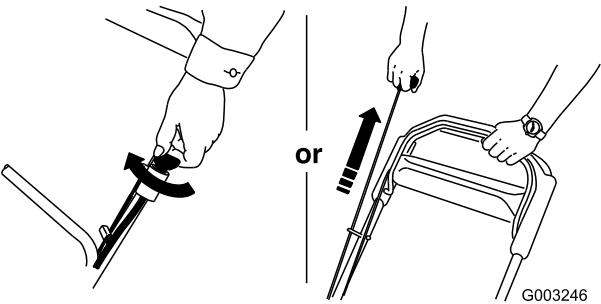

Bild 20
3. Lassen Sie den Motor mit dem Zündschlüssel (nur Modell 20796) oder dem Rücklaufstarter an (Bild 20).